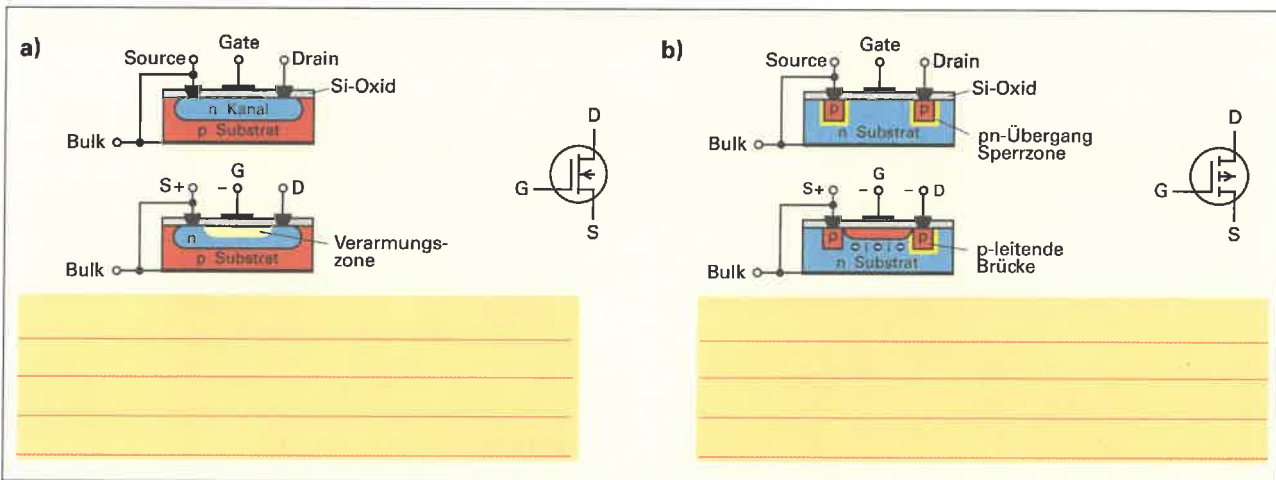

Bild 2: Isolierschicht-Feldeffekttransistoren (IG-FETs)
4. Erklären Sie bei den IG-FETs (Bild 2) die Bezeichnung a) Verarmungstyp und b) Anreicherungstyp.